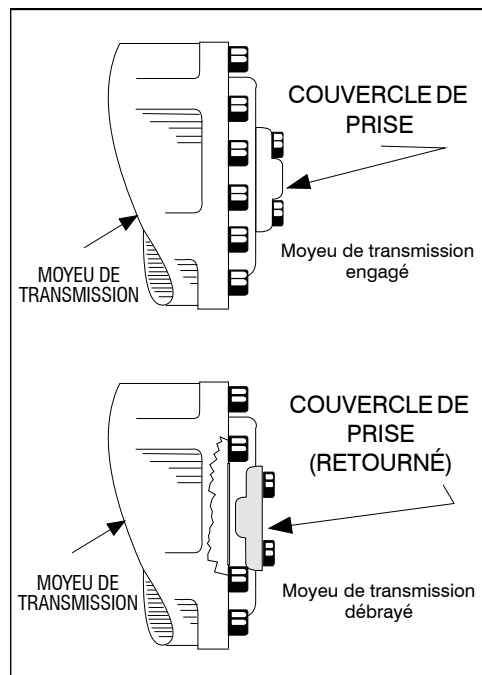

Figure 4-4. Moyeu de transmission engagé/débrayé
3. Débrayer les moyeux de transmission en retournant le couvercle de prise. Voir la Figure 4-4., Moyeu de transmission engagé/débrayé.